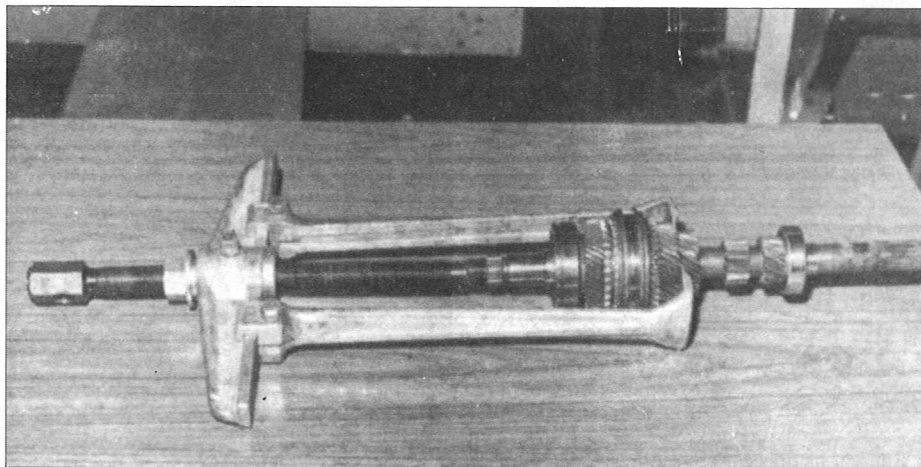

Fig. 48
- Sacar o conjunto rolamento traseiro, carreto da 4.^a, sincronizador e carreto da 3.^a (Fig. 48).